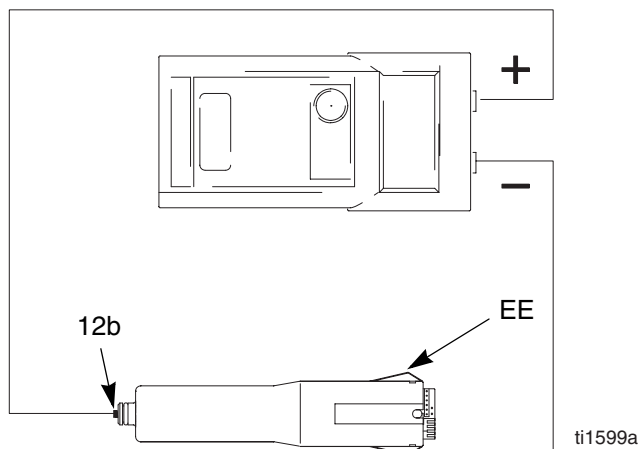

Fig. 16. Prueba de resistencia de la fuente de energía
1. Desmonte la fuente de alimentación (12), página 42.
2. Desconecte el alternador de la turbina (13) de la fuente de alimentación, página 43.
3. Mida la resistencia desde las correas de toma a tierra de la fuente de energía (EE) hasta el muelle (12b). Vea Fig. 16.